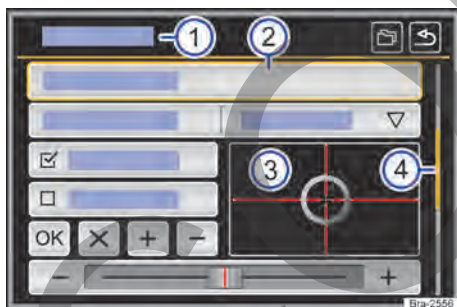

Fig. 114 Representación esquemática: cuadro general de los posibles botones de función en el display.
El equipo está equipado con touchscreen (pantalla táctil) → fig. 114 ③.
Los botones de función inician funciones o abren otros submenús. En submenús se indica, en la línea del título, el menú actualmente seleccionado → fig. 114 ①.